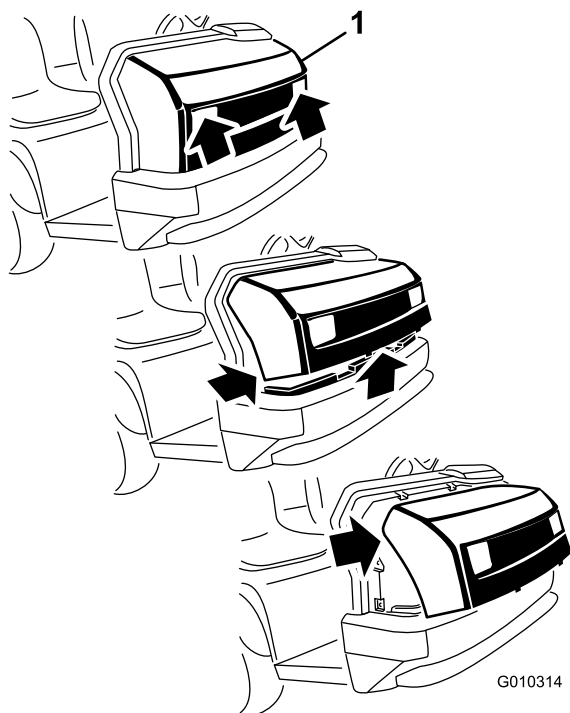

Figure 28
de fixation supérieures des fentes du châssis (Figure 28).
3. Faites pivoter le haut du capot en avant et débranchez les connecteurs des fils des phares (Figure 28).
2. Insérez les pattes de fixation supérieures dans les fentes du cadre (Figure 28).
3. Insérez les languettes de montage inférieures dans les fentes du cadre (Figure 28).
1. Saisissez le capot par les ouvertures des phares et soulevez-le pour dégager les pattes de fixation inférieures des fentes du châssis (Figure 28).